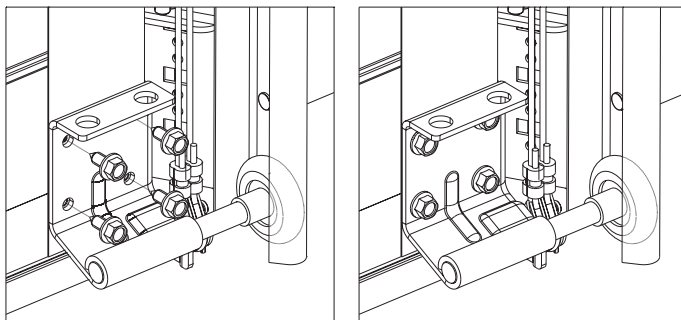

Рис. 13.4.
4) установить и закрепить на секции нижние кронштейны (рис. 13.4):